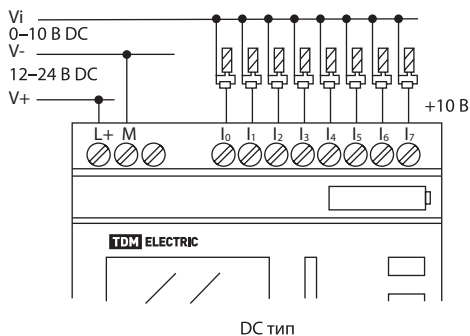

Рисунок 6. Подключение аналоговых входов в ПЛК
5.2. На входы ПЛК могут быть поданы дискретные сигналы от внешних реле и выключателей (рисунок 5), а также аналоговые сигналы от внешних дифференциальных датчиков температуры, давления и других источников (рисунок 6). К выходам реле может быть подключена различная нагрузка, напри-